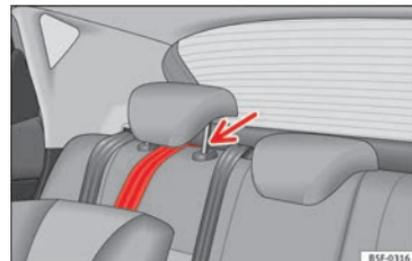

Abb. 34 Befestigungsgurt: korrekte Einstellung und korrekter Einbau
- Den Haltegurt unter die Kopfstütze des Rücksitzes legen »» **Abb. 34** (hierzu ggf. die Kopfstütze nach oben ziehen).